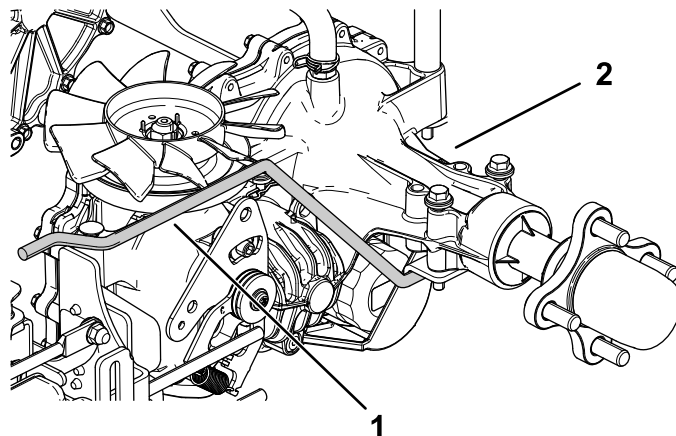

Figura 5
1. Rimuovete le aste di supporto posteriori preesistenti dall'idrostat (Figura 5).